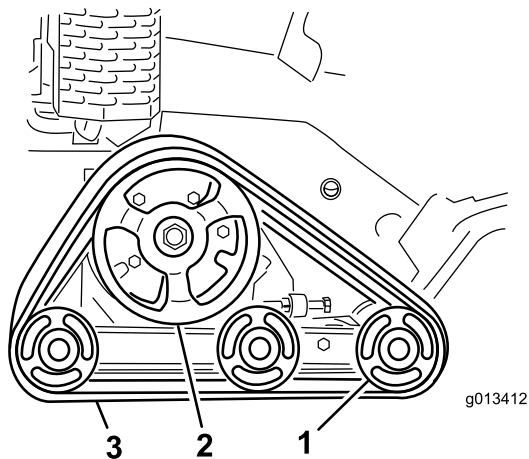

Figure 41
**Important:** Nettoyez soigneusement les galets de roulement et la roue d'entraînement (**Figure 41**). Les galets de roulement doivent tourner librement lorsqu'ils sont propres.